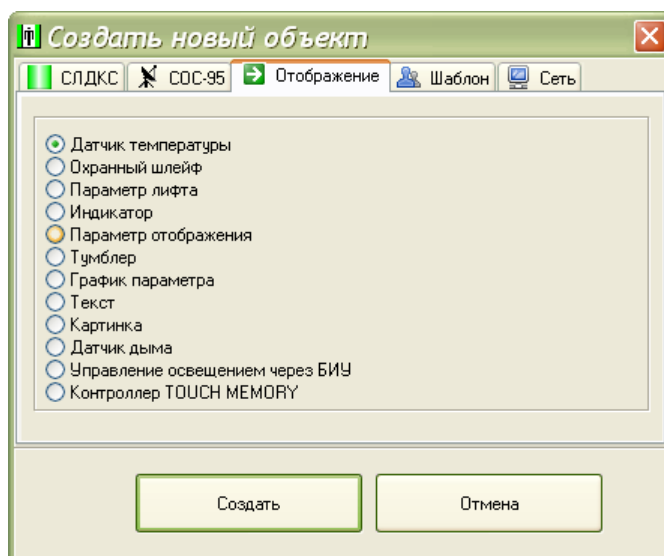

Рисунок 38
1) Создать на карте лифтов объект - датчик температуры двигателя привода лебедки лифта. В контекстном меню выбрать пункт «Создать новый объект», на вкладке «Отображение» выбрать датчик температуры (рисунок 38).